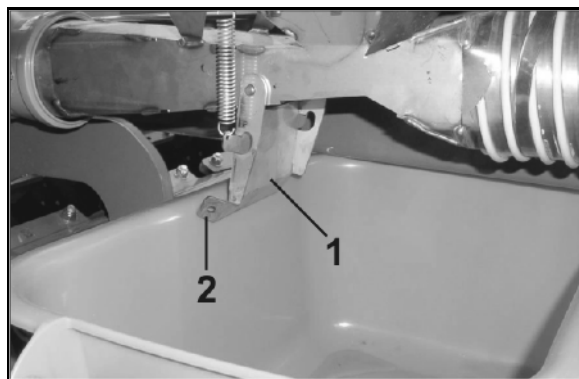

Рис. 118
2. Закройте заслонку (Рис. 118/1), если бункер не пуст/опорожняется только дозатор. (см. на стр. 107).